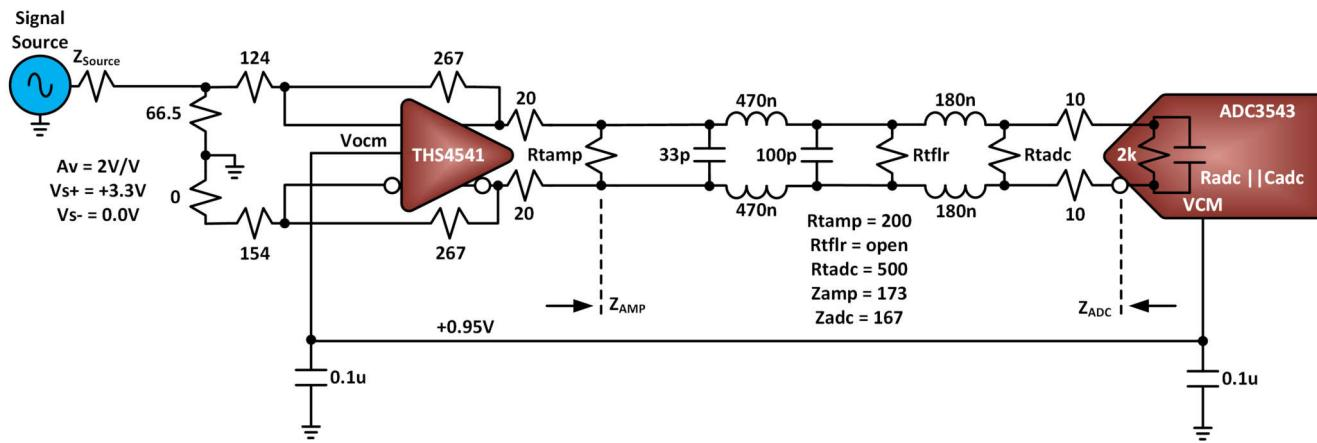

図 5-4. 実際の DC 結合設計例のブロック図
5. 図 5-4 に基づいてラボでレシーバ設計を構築し、ステップ 1 で概説されているすべての要件に従って、いくつかのテスト測定値を収集します。この例では、THS4541 FDA および ADC3543 の評価基板テストボード (EVM) を使用しますが、通常、このような設計を調達するための便利な変更オプションがいくつか提供されています。半田ごては付属していません。